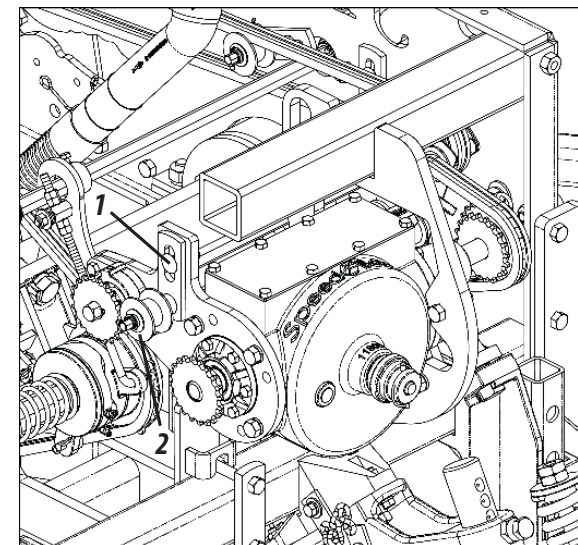

Figura 65
01 - Suelte el tornillo (1), deslice el estirador (2) hasta la tensión necesaria. En seguida, reajuste la tuerca, según muestra la figura 65.